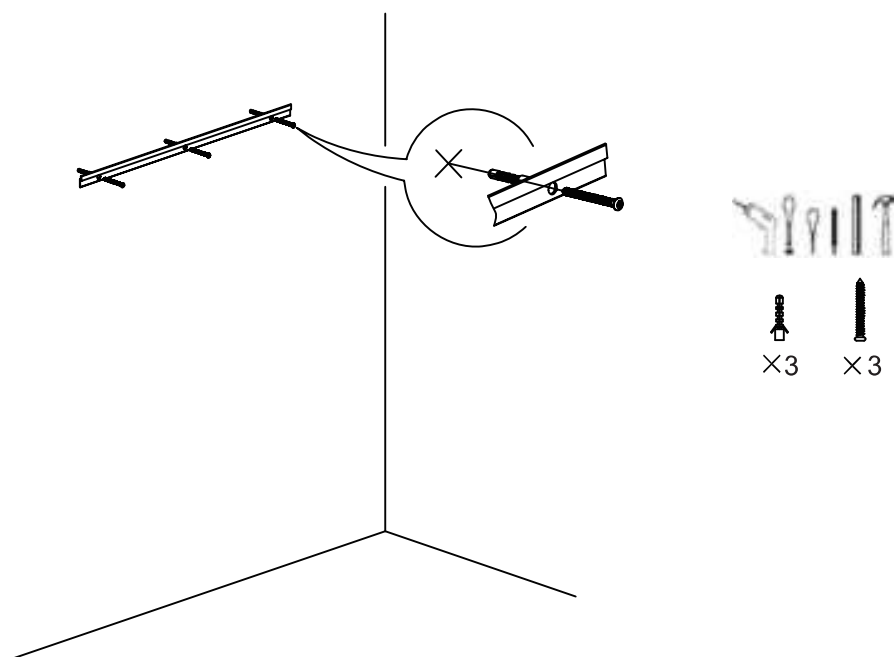

Fig. 2
- 1.4 Frappez les chevilles à expansion dans les trous du mur à l'aide d'un marteau, puis serrez les vis à l'aide d'un tournevis pour fixer la plinthe, et calibrez le niveau à bulle (Fig. 2).